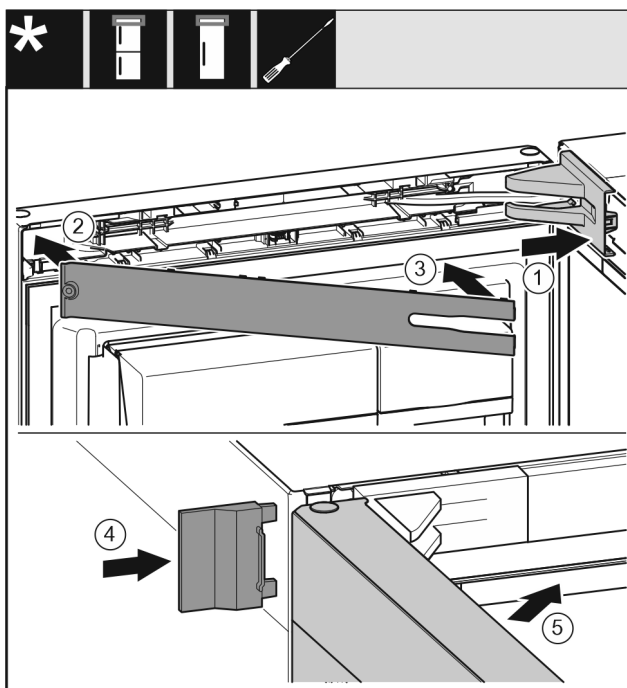

Fig. 22
- ▶ Vendosni kapakun mbulues të bazamentit mbështetës dhe mbërthejeni në vend, duke i ndarë nga njëri-tjetri nëse nevojitet. *Fig. 22 (1)*
- ▶ Vendosni panelin mbulues. *Fig. 22 (2)*
- ▶ Ktheni për nga brenda panelin mbulues dhe mbërthejeni në vend. *Fig. 22 (3)*
- ▶ Shtyni kapakun mbulues të jashtëm. *Fig. 22 (4)*
- ▶ Mbyllni derën lart. *Fig. 22 (5)*